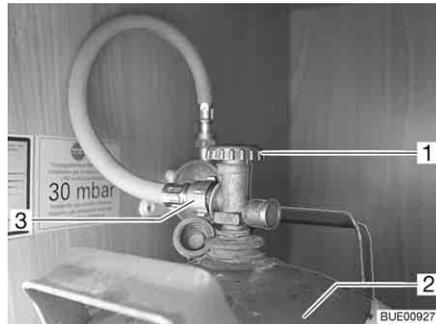

Fig. 113 Vano portabombole
- Chiudere la valvola principale di arresto (Fig. 113,1) della bombola del gas (Fig. 113,2). Osservare la direzione della freccia.
- Svitare il tubo del gas (Fig. 113,3) dalla bombola del gas.